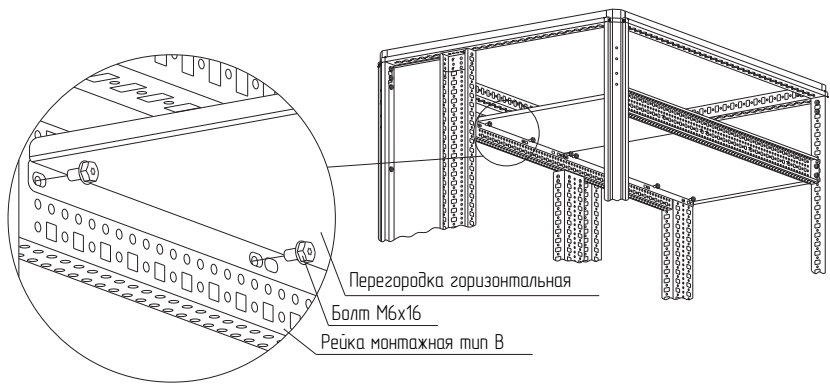

Рисунок 56
– вариант 1. Расположить перегородку горизонтальную для распределительных шин между рейками монтажными тип В и закрепить болтами М6×16 (рисунок 56). Момент затяжки – 7 Н·м. Болты приобрести отдельно;